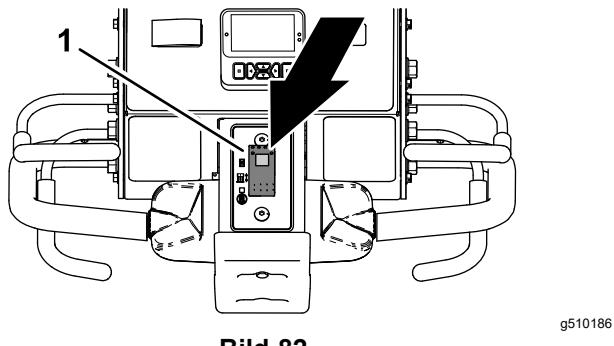

Bild 82
- Drücken Sie den oberen Teil des Absenkschalters (Bild 82) in die VERZÖGERTES ABSENKEN-Stellung.